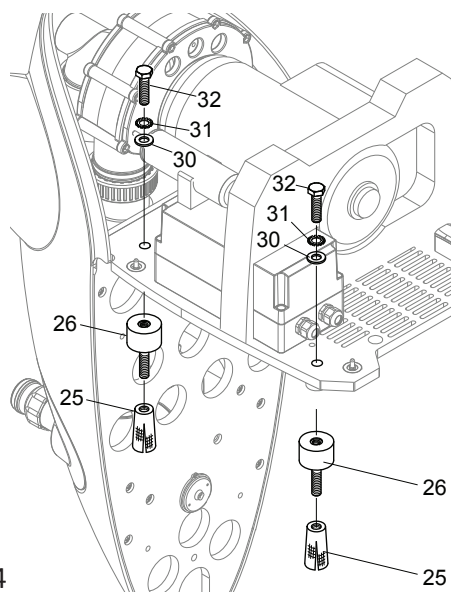

Figura 4
7. Coloque la unidad en los soportes de goma o en la cubierta. Instale la arandela de 8,4 x 24mm (parte #30), la arandela de bloqueo de 8,4 mm (parte #31), y los pernos. Si utiliza los soportes de goma, instale los tornillos hexagonales M8 x 25mm (parte # 32). Si no usa los soportes de goma, coloque pernos M8 x 40mm. (Ver Figura 4)